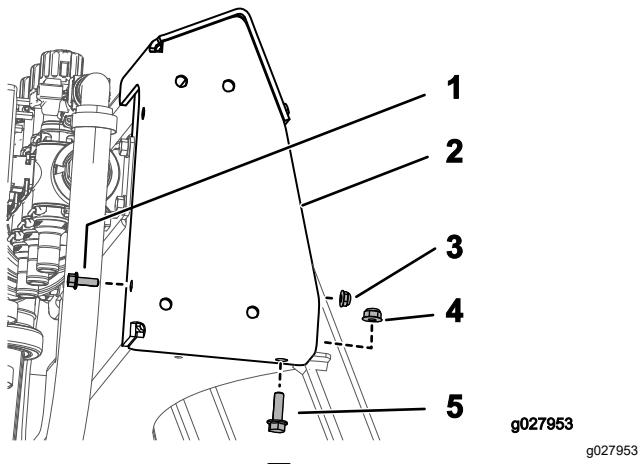

図 9
1. 図9のように、上側ブラケットを取り付けるボルト $\frac{1}{4}$ x $\frac{3}{4}$ " 1本、ナット $\frac{1}{4}$ -20" 1個、ウィズボルト $5/16$ -18 x 1" 1個、フランジナット $5/16$ -18" 1個を使用する。